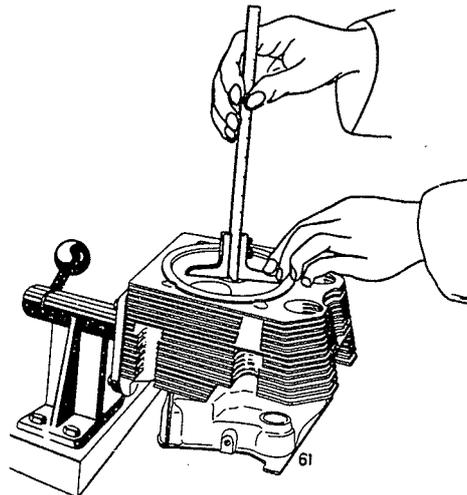

Bild 61 Abstandmessung
b) Nacharbeiten der Ventilsitzringe für Motoren F/A 1-12L 514/614 mit Deutz-Werkzeug Nr. 4623 (45° Sitzwinkel und 30° Freiwinkel) oder Hunger-Ventilsitz- und Ringsitzdrehwerkzeug der Firma Ludwig Hunger, München-Großhadern, um die vollkommene Gleichachsigkeit von Führungsbohrung und Ventilsitz herzustellen. Beachte dabei Maßangaben unter Abschnitt IIA 5b. Nach dem Einschleifen der Ventilkegel mit Ventilschleifmittel ist der Abstand des Ventiltellers vom Zylinderkopfboden mittels Tiefenlehre zu messen (Bild 61) und muß, falls größer als 3 mm, durch Einsatz eines neuen Ventilsitzringes verkleinert werden, siehe unten. Er soll nicht weniger als 1,3 mm sein, um Berührung des Ventils mit dem Kolben zu vermeiden.